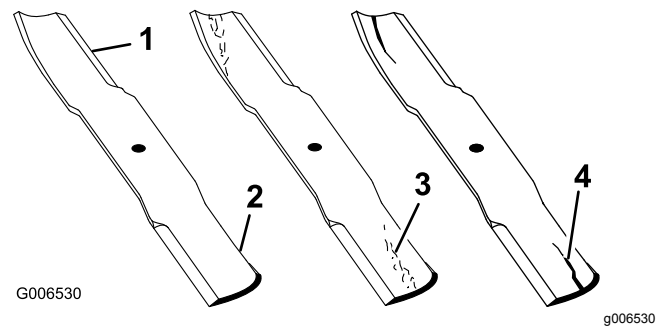

Figura 86
1. Inspeccione los filos de corte (Figura 86).
4. Si observa fisuras, desgaste o la formación de una ranura en esta zona, instale de inmediato una cuchilla nueva (Figura 86).